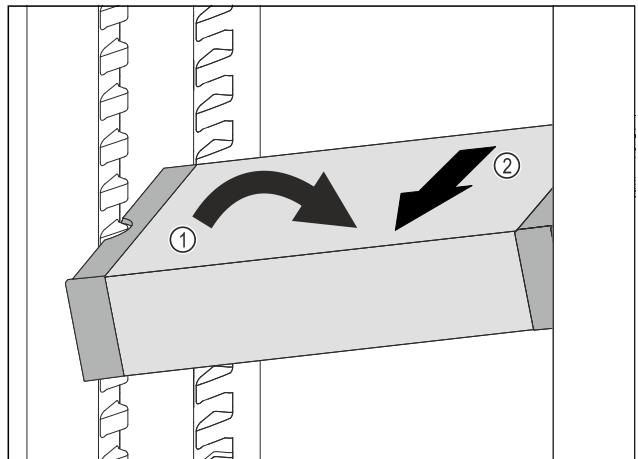

Fig. 106
- ▶ VarioSafe im Kühlteil schräg stellen. Fig. 106 (1)
- ▶ VarioSafe nach vorne entnehmen. Fig. 106 (2)